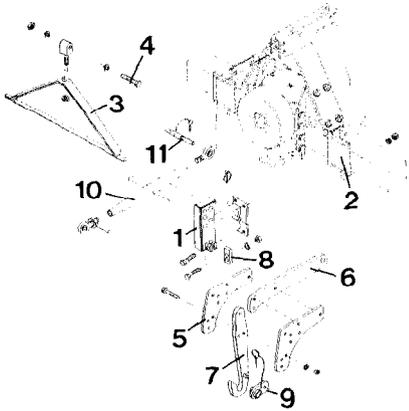
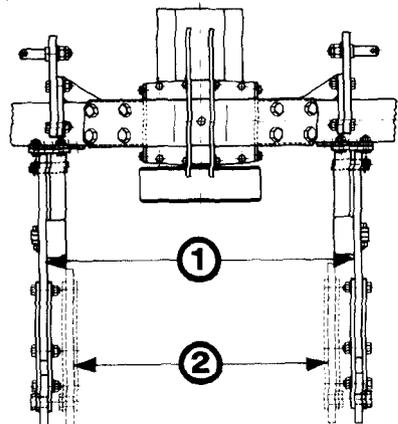

Fig. 30
Fig. 33
- Verlängerte Abstützung (Fig. 30/1) mit 4 Skt.-Schrauben M 12x35 rechts und links am Rahmenseitenteil (Fig. 30/2) der Rüttelegge montieren.
- Der Spannrahmen (Fig. 30/3) ist zwischen die Abstützung (Fig. 30/1) zu klemmen und am oberen Anlenkpunkt der Rüttelegge mit der Skt.-Schraube M 20x100 (Fig. 30/4) zu befestigen.
- Einstellbleche (Fig. 30/5) am Unterlenkerarm (Fig. 30/6) befestigen.
- Fanghaken (Fig. 30/7) so anschrauben, daß die nachlaufende Sämaschine dicht hinter der Packerwalze befestigt werden kann, die Reifen der Sämaschine die Zähne der Packerwalze aber nicht berühren können. Dabei sind folgende Verstellmöglichkeiten möglich:
- Die Unterlenkerarme (Fig. 30/6) lassen sich innerhalb und außerhalb der Abstützung (Fig. 30/1) montieren (siehe Fig. 33):
- Die Auflage (Fig. 30/8) ist so einzustellen, daß die Fanghaken die unteren Anlenkbolzen der Sämaschine aufnehmen können.
- Mit den Fanghaken (Fig. 30/7) die unteren Anlenkbolzen der Sämaschine einhängen, beidseitig die Sicherungslaschen (Fig. 30/9) über die Zapfen der Unterlenker schieben und mit den Klappsplinten sichern.
- Oberlenker Kat. I (Fig. 30/10) am oberen Anlenkpunkt von Sämaschine und Bodenbearbeitungsgerät mit dem Bolzen (Fig. 30/11) abstecken und Sämaschine gerade ausrichten.